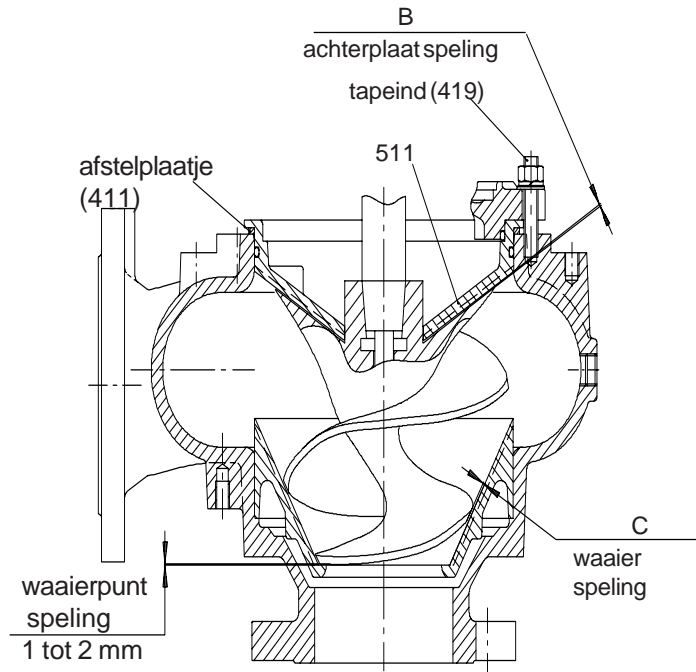

fig.3.3
Controleer met voelmaten de werkelijke speling tussen waaier en slijtconus (vanuit de zuigaansluiting van de pomp). Als de speling "C" veel afwijkt van het gegeven in de tabel (fig.3.3), is het mogelijk dat de slijtage zwaar is en niet gelijkmatig; demontage en inspectie is dan aanbevolen.
3.2.2 WAAIERSPELING AFSTELLING BIJ "NIET-NASTELBARE" POMPEN, fig. 3.3
Om de juiste dikte van afstelplaatjes te bepalen, de lagerstoel zo ver in het pomphuis laten zakken totdat de waaier niet meer kan worden verdraaid. Meet de afstand tussen de lagerstoel en het pomphuis op diverse plaatsen rond de omtrek en neem hiervan het gemiddelde. Vermeerder de afstand "B" (fig.3.3) met deze gemeten afstand, dit zal de te verwachte afstelplaatdikte zijn om de benodigde afstand "C" (fig.3.3) te verkrijgen.
Monteer de moeren (419) weer en controleer met een voelmaat de aanwezige speling tussen waaier en slijtconus (via de zuigflens van de pomp). Als de speling "C" veel verschilt dan de maat in de tabel (fig.3.3), is het mogelijk dat de slijtage te groot is en niet gelijkmatig verdeelt. Demontage en inspectie is dan aanbevolen.
3.3.1 DEMONTAGE VOOR INSPECTIE, fig. 3.3